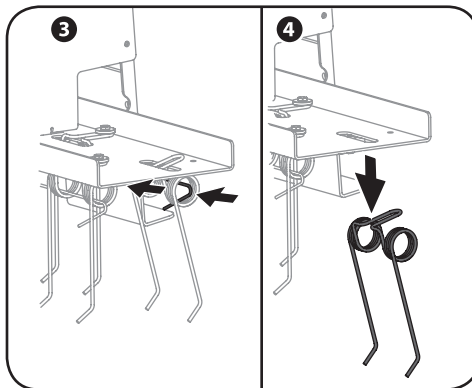

Figura 5-2
- Pellizque el extremo del alambre de retención y deslice el diente flexible para retirarlo. Vea 3 en la Figura 5-2.
- Con cuidado afloje el diente flexible hacia atrás (Vea 3 en la Figura 5-2), y deslice el diente hacia abajo y fuera de la bandeja del escarificador. Vea 4 en la Figura 5-2.